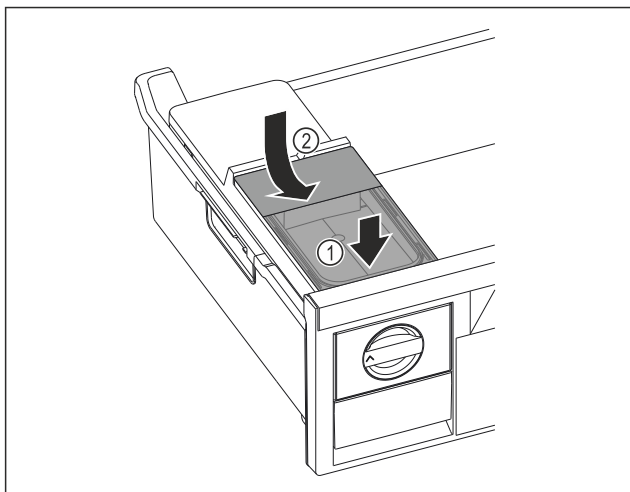

Fig. 157
- ▶ Colocar el depósito de agua por delante. Fig. 157 (1)
- ▶ Bajar el depósito de agua por detrás. Fig. 157 (2)